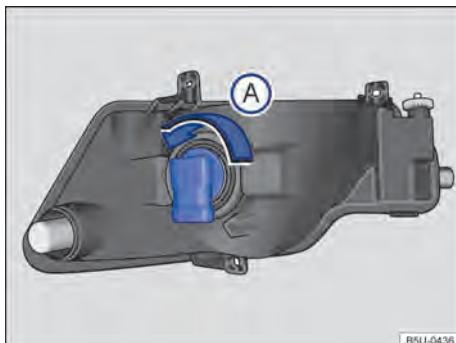

Fig. 110 Atrás do para-choque dianteiro: acesso à lâmpada incandescente do farol de neblina.
3. Girar o soquete da lâmpada → **Fig. 110**, no sentido anti-horário da seta  (A), e desencaixá-lo do alojamento.